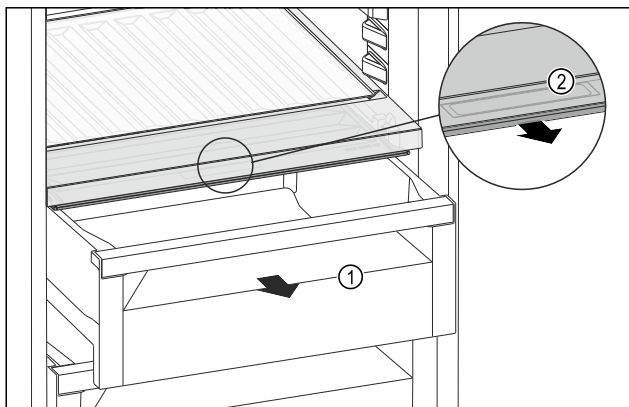

Fig. 109
- ▶ Извлеките выдвижной ящик Fig. 109 (1).
- ▶ Возьмитесь за утопленную ручку Fig. 109 (2) на крышке отделения и одновременно потяните крышку отделения вперед.